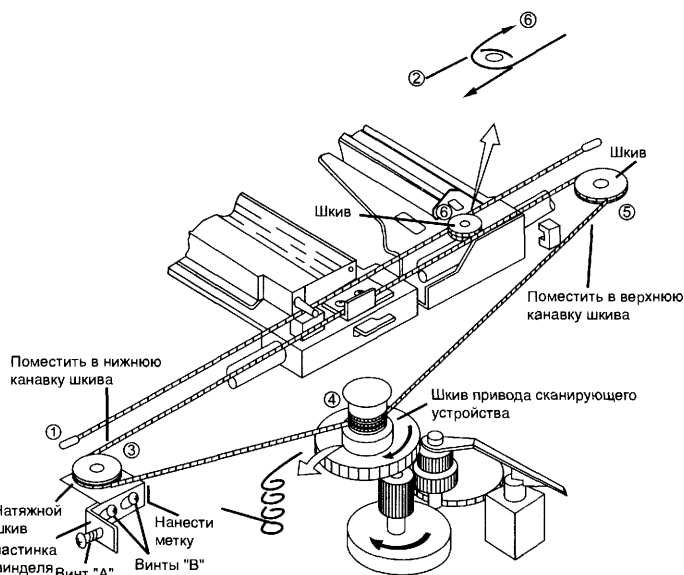

Рис. 2. Узел привода сканирующего устройства
2. Отпустите винт «А» (см. рис. 2) до такой степени, чтобы можно было снять трос.